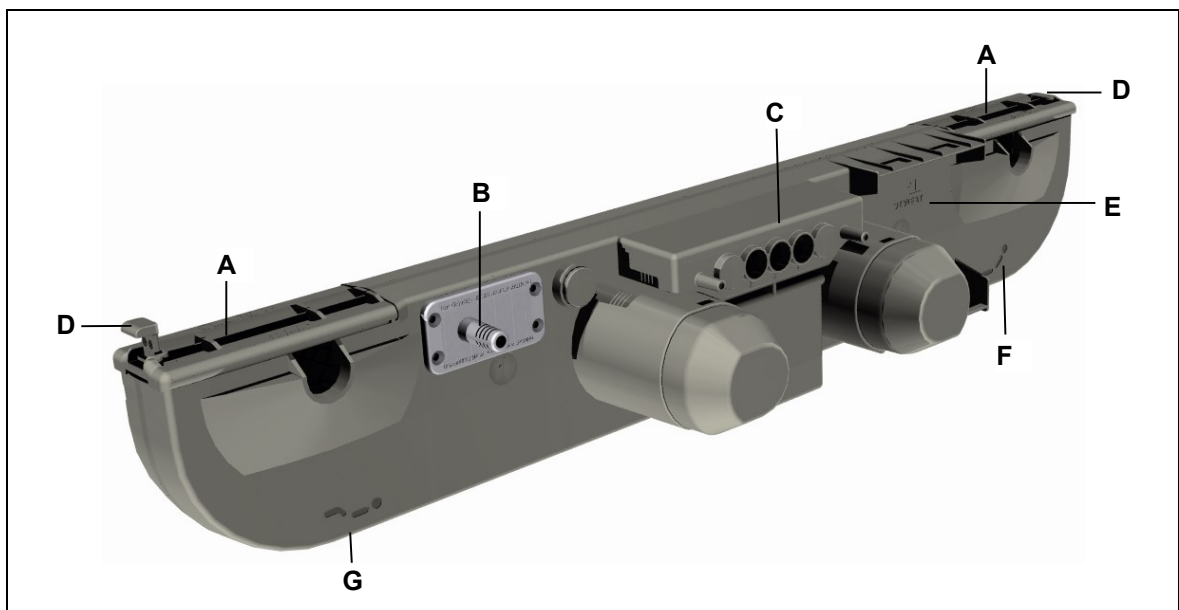

Abbildung 4 Hauptbestandteile des Doppelantriebs DUOMAT 7
- 3 Ziehen Sie die optionale Schließersicherung (siehe Abbildung 4) bis zum Anschlag heraus.
- 4 Ziehen Sie die eingerasteten Schließer (B) mit etwas Kraft so weit heraus, bis die Aufnahmen (A) für die Beschläge (D) frei werden.
- 5 Bringen Sie den DUOMAT 7 in die richtige Position zur Applikation. Die Aufnahmen für die Kopf- und Fußseite müssen den jeweiligen Beschlägen an der Applikation zugeordnet sein (Symbole am DUOMAT 7 siehe Abbildung 4).
- 8 Schließen Sie die optionale Schließersicherung (siehe Abbildung 4) durch Herunterdrücken.